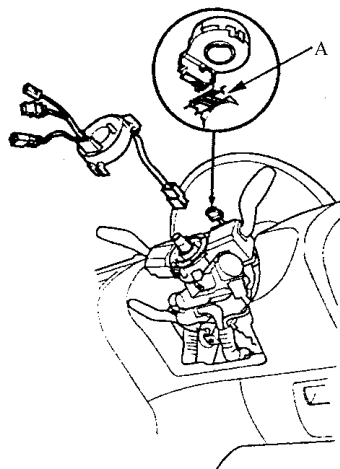

图 11-43 拆卸转向线盘
8) 如图 11-43 所示, 松开锁耳, 然后, 从转向柱上拆卸转向线盘。